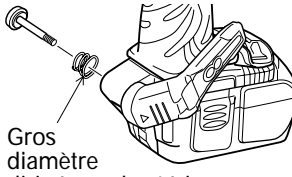

Fig. 5
**REMARQUE:** Faire attention à l'orientation du ressort. Installer le ressort avec le gros diamètre loin de soi. (Fig. 5)